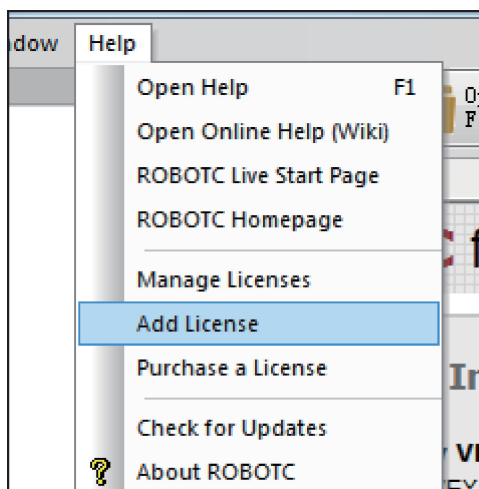

图 1-61
(1) 如果想运行虚拟世界，需要先进行激活，4.55 版本的 ROBOTC 添加许可证后才可以使用虚拟世界，在 ROBOTC 软件中打开 Help（帮助）菜单，选择 Add License（添加许可证）命令，如图 1-61 所示。